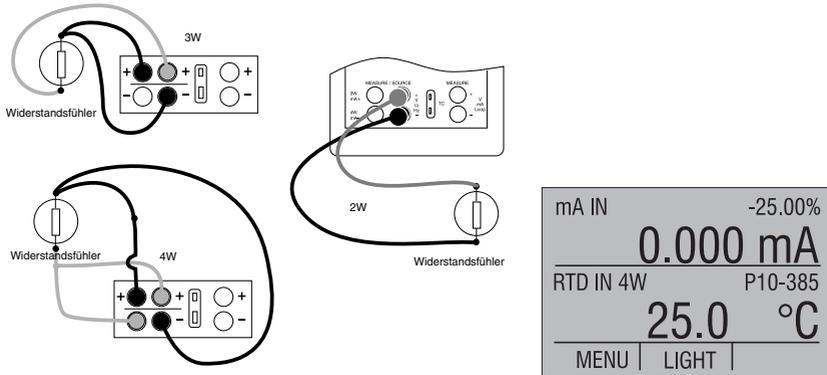

Abbildung 8. Messen von Temperaturen mit den Widerstandsfühler-Buchsen
5. Schließen Sie die Leitungen des Widerstandsfühlers an wie in Abbildung 8 gezeigt.